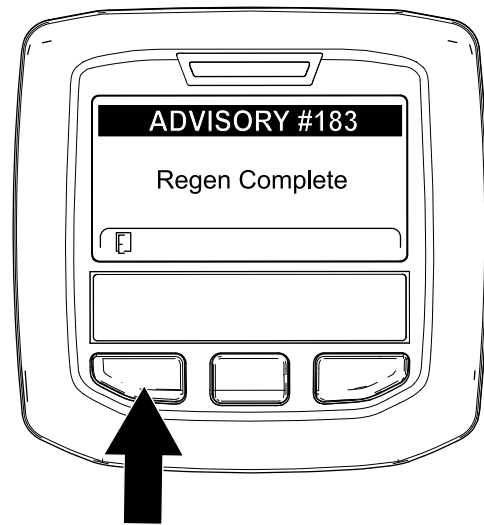

Figura 68
- Cuando el ordenador del motor finaliza una regeneración con la máquina aparcada o una regeneración de recuperación, el InfoCenter muestra ADVISORY #183 (Aviso n.º 183) (Figura 68). Pulse el botón de la izquierda para salir a la pantalla de inicio.